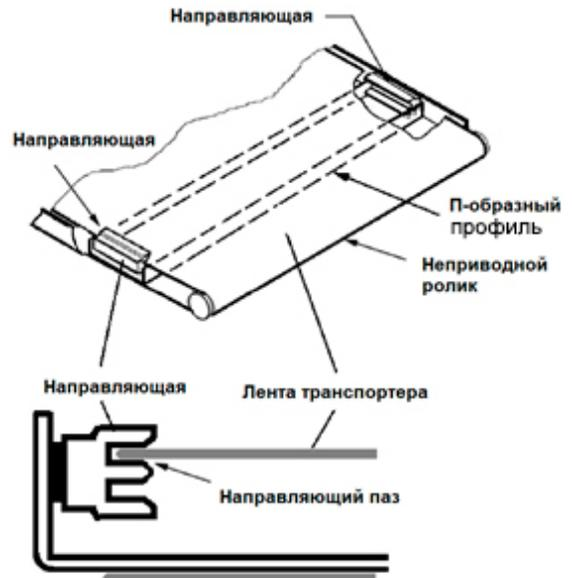

Рис. 11-1: Показана обратная сторона транспортера
6. С обратной стороны стола транспортера приварены П-образные профили. Направляющая установлена внутри первого П-образного профиля со стороны подачи (рис. 11-1). Задняя часть направляющей намагничена и таким образом она крепится к боковой стенке стола транспортера. Не устанавливайте направляющую, если кромка ленты транспортера повреждена или порвана.